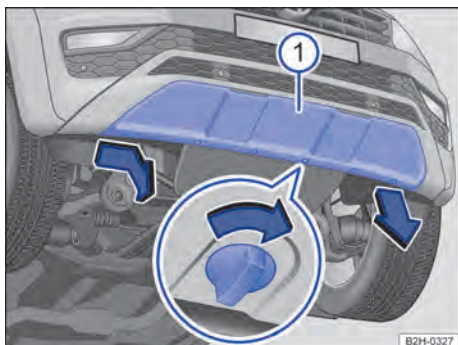

Fig. 177 En el paragolpes frontal a la derecha: cubiertá, variante 2.
① Tapón
1. Girar los tornillos de bloqueo cerca de 90 grados en el sentido de la flecha → **fig. 177**.
2. Girar el tapón ligeramente hacia abajo y retirar una pestaña de encastre del paragolpes a la derecha del vehículo ①.
4. Desencajar las cintas de sujeción restantes del paragolpes y colocar la cubierta con seguridad en el vehículo ①.